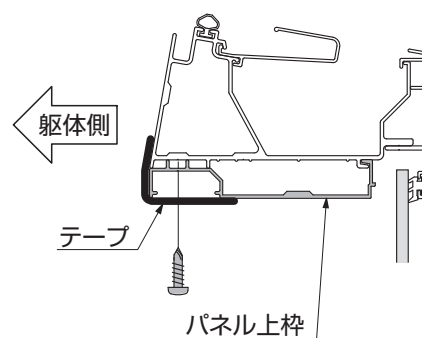

図1-18
- パネル上枠を取付ける際は、テープ等で仮止めして取付けてください。(図1-18参照)